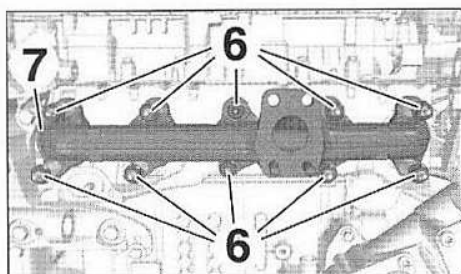

FIG.110
- Déposer (Fig.110) :
- les écrous (6),
- le collecteur d'échappement (7).